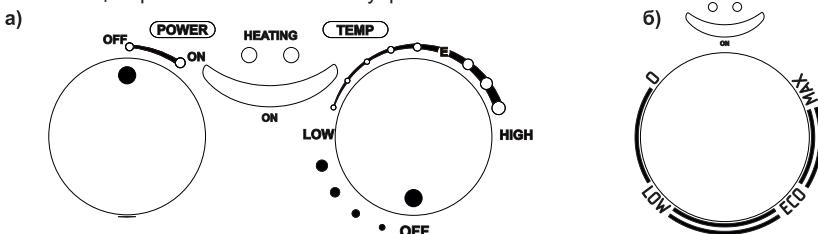

Рис. 3 Ручки управления водонагревателя: а) «WH» модели, б) «TT WH» модели
**5.4. Панель управления** (Рис. 3) состоит из:
7.1.5. Для включения водонагревателя в моделях, оснащенных выключателем (Рис. 3, а) необходимо повернуть ручку «POWER» в положение «ON». В моделях, оснащенных только ручкой регулировки (Рис. 3, б) при подключении вилки к розетке загорится индикаторная лампа «ON» в центральной части панели управления.
7.2.1. В моделях, оснащенных регулятором температуры (Рис. 3), температура нагрева воды может регулироваться ручкой, соединенной с термостатом в соответствии с обозначениями.
7.2.2. Температура устанавливается вращением ручки регулировки (Рис. 3, а, «TEMP») по часовой стрелке для увеличения температуры нагрева и против часовой стрелки для ее уменьшения.
7.2.3. Индикаторная лампа (Рис. 3, «HEATING») будет постоянно гореть во время фазы нагрева и погаснет после достижения заданной температуры.
7.2.4. Рекомендуется установить регулировочный винт термостата в положение (Рис. 3, а, «Е» и б, «ECO»), соответствующее примерно 75% от максимального. В этом случае водонагреватель работает в экономичном режиме, значительно снижая скорость образования накипи.